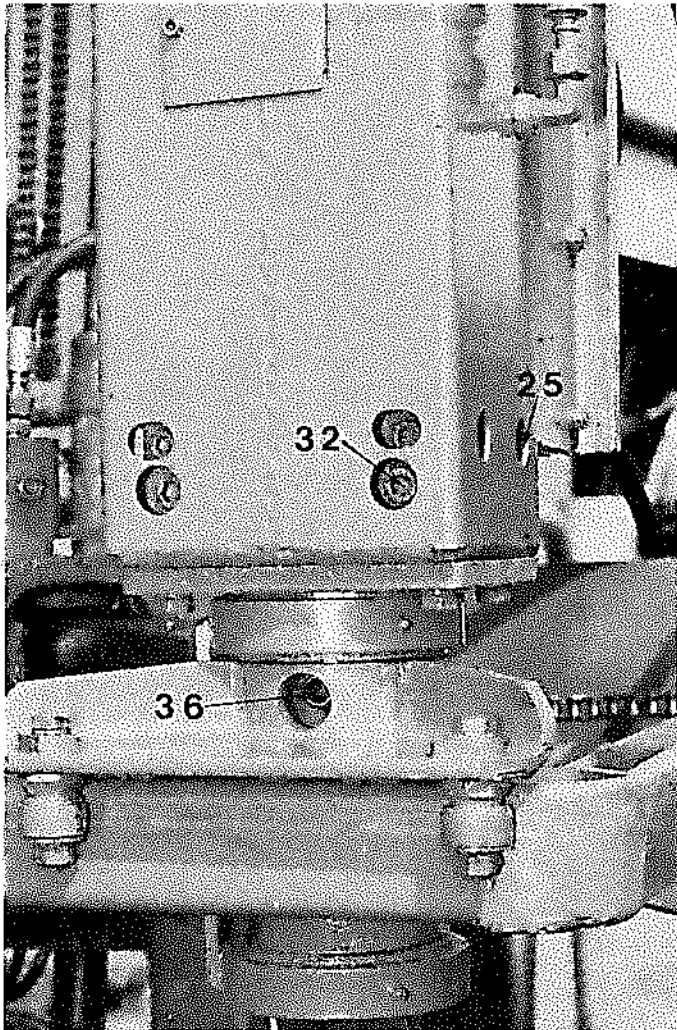

Figure 12. Boîte motrice
- bagues à support mobiles tuyau intérieur Fig. 12 (2)
Le tuyau auquel la scie est fixée doit être marcher sans marge entre les bobines à câble dans la boîte motrice. Voir fig. 12 et 40. En cas de marge l'ajustage est fait avec les arbres excentriques 25 et 34 (en bas et en haut).
g. Ajustage fond de scie (voir fig. 12 et 40)